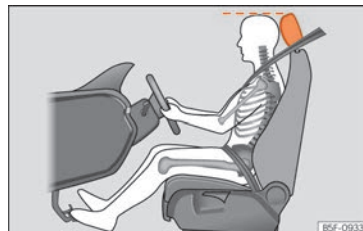

Abb. 88 Die richtige Kopfstützeinstellung des Fahrers.
- Stellen Sie die Kopfstützen so ein, dass die Oberkante der Kopfstütze sich möglichst auf einer Linie mit dem oberen Teil Ihres Kopfes befindet »» **Abb. 88**.